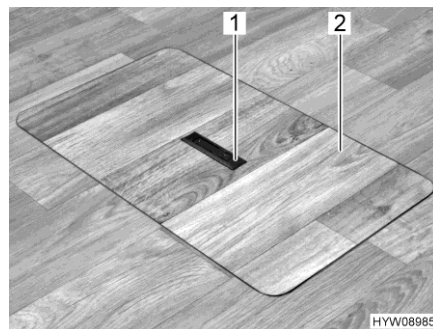
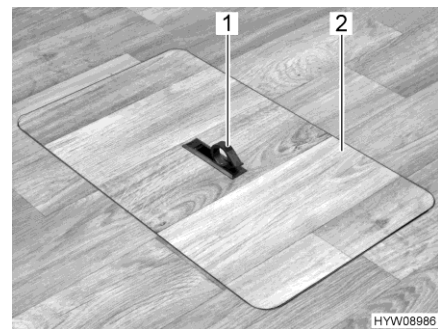

Fig. 88 Couvercle compartiment de rangement sous le plancher (poignée encastrée)
Fig. 89 Couvercle compartiment de rangement sous le plancher (poignée pivotée vers l'extérieur)
- Pousser la plaque de la poignée (Fig. 88,1) vers le bas d'un côté. La poignée (Fig. 89,1) pivote vers le haut.
- Retirer le couvercle (Fig. 89,2) par le haut.
- Mettre le couvercle (Fig. 89,2) en place dans le cadre découpé dans le plancher.